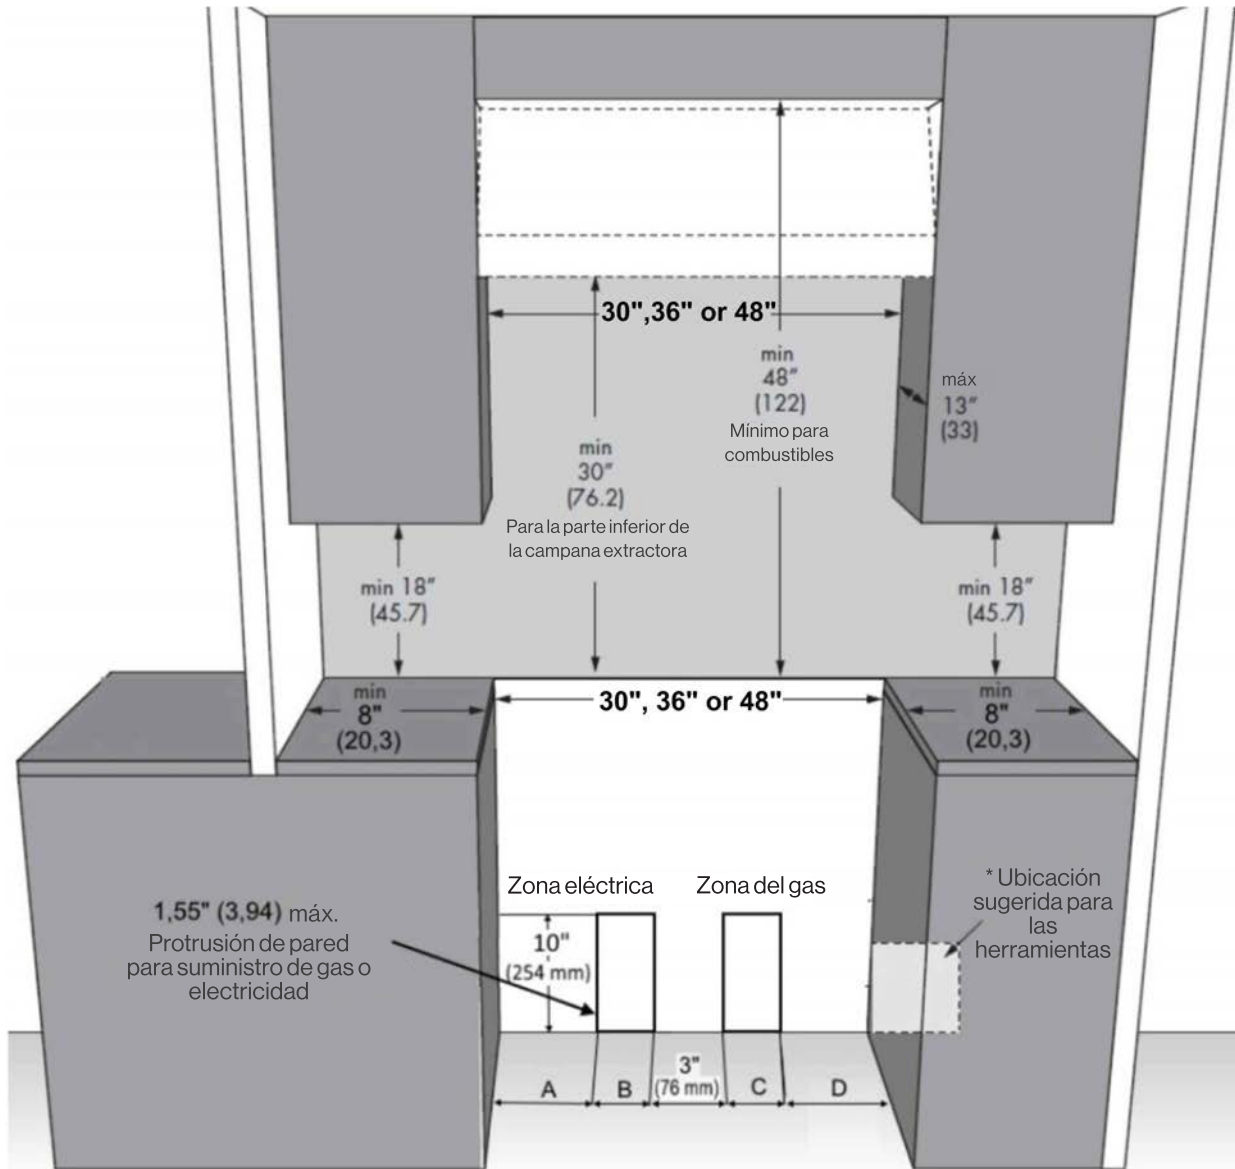

Figura 1
**NOTA IMPORTANTE: Al instalarla contra una superficie combustible, se requiere una elevación mínima para la cocina, además de todas las distancias mínimas para las superficies combustibles mostradas en la ilustración en las páginas anteriores. La cocina es una unidad independiente. Si la unidad se va a colocar adyacente a los armarios, se requiere las distancias mostradas en la Figura 1. Las mismas distancias se aplican a las instalaciones de la isla, excepto los armarios superiores, que deben tener un espacio amplio y suficiente para aceptar la campana de la isla con forma acampanada.**
- El suministro de gas y eléctrico debería estar dentro de las zonas mostradas en la Figura 1 (véase página 9).